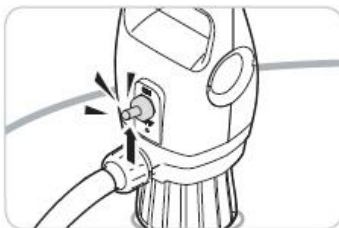

Рисунок 59
4. Установите переключатель в верхнее положение «ON» (ВКЛ.) (смотрите рисунок 59 ниже).